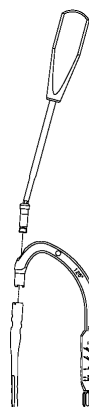

図 1
- 1) ネイルとターゲットデバイスをネイル接続ネジでストレートドライバーLを用いて確実に固定します。(図 1)